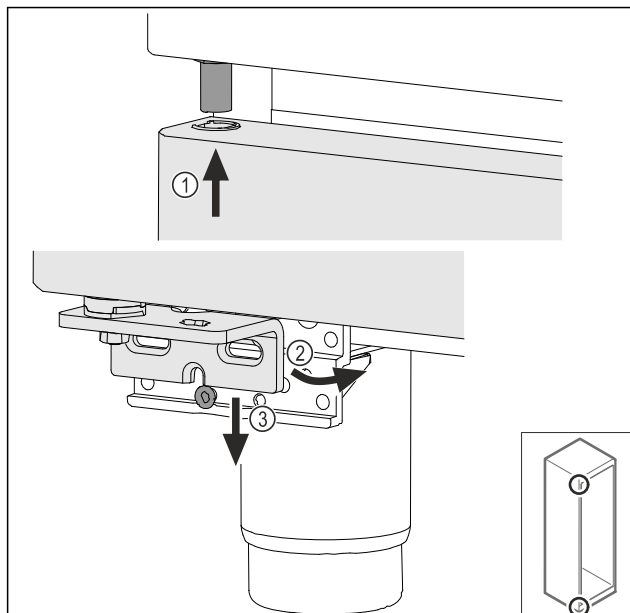

Fig. 40
- Introducir la puerta ligeramente inclinada en la parte superior Fig. 40 (1), alinear la puerta para que quede recta Fig. 40 (2) y colocarla en la parte inferior del tornillo de soporte de cojinetes Fig. 40 (3).